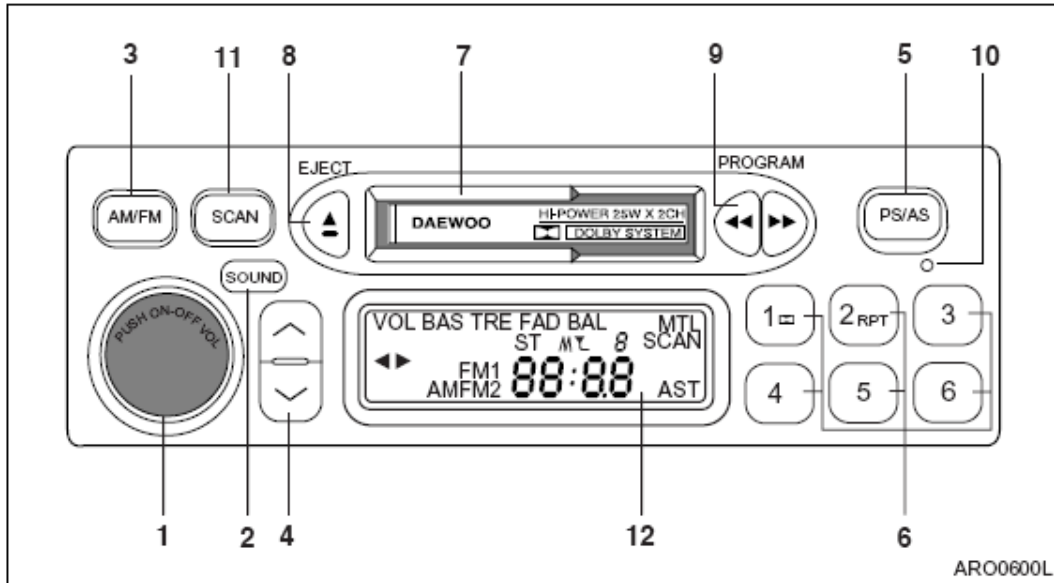

Figura 70
2. Pulse el botón de energía on/off (1, Figura 70).
4. Establezca el código de área (utilice el botón de estación preseleccionada 6, Figura 70).
6. Establezca el código de seguridad "1156" (Utilice el botón de memoria preseleccionada 6, Figura 70).
Para buscar rápidamente la próxima estación inferior que se reciba, pulse el botón para disminuir la sintonización (9, Figura 70) (4) durante más de medio segundo. Para buscar la próxima estación superior que se reciba, pulse el botón para aumentar la sintonización (9, Figura 70) (4) durante más de medio segundo.
Pulse el botón para aumentar o disminuir la sintonización (9, Figura 70) (4) menos de medio segundo para aumentar o disminuir la frecuencia. La frecuencia de la banda AM cambia 9 kHz por vez, la frecuencia de la banda LW 1 kHz y la frecuencia de la banda FM cambia 50 kHz por vez.
Para que el casete avance rápidamente, pulse el botón fast forward (9, Figura 70). El indicador de dirección del casete parpadeará en el LCD. Cuando el casete llega al final, cambia el sentido automáticamente y se reproduce desde el principio del lado opuesto. Para detener el movimiento de avance rápido, pulse el botón de rebobinado (9, Figura 70).
Para rebobinar el casete, pulse el botón rewind (9, Figura 70). El indicador de dirección del casete parpadeará en el LCD. Cuando el casete está completamente rebobinado, se reproduce desde el principio del mismo lado. Para detener el movimiento de rebobinado, pulse el botón fast forward (9, Figura 70).
Para reproducir el lado opuesto del casete mientras se está reproduciendo un lado, pulse simultáneamente los botones fast forward (9, Figura 70) y rewind (9, Figura 70).